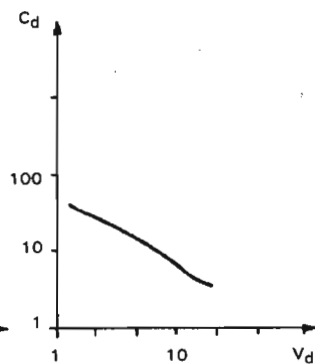

Fig. 3
- celle qui détermine la valeur de la capacité d'une diode est logarithmique (Fig. 3).